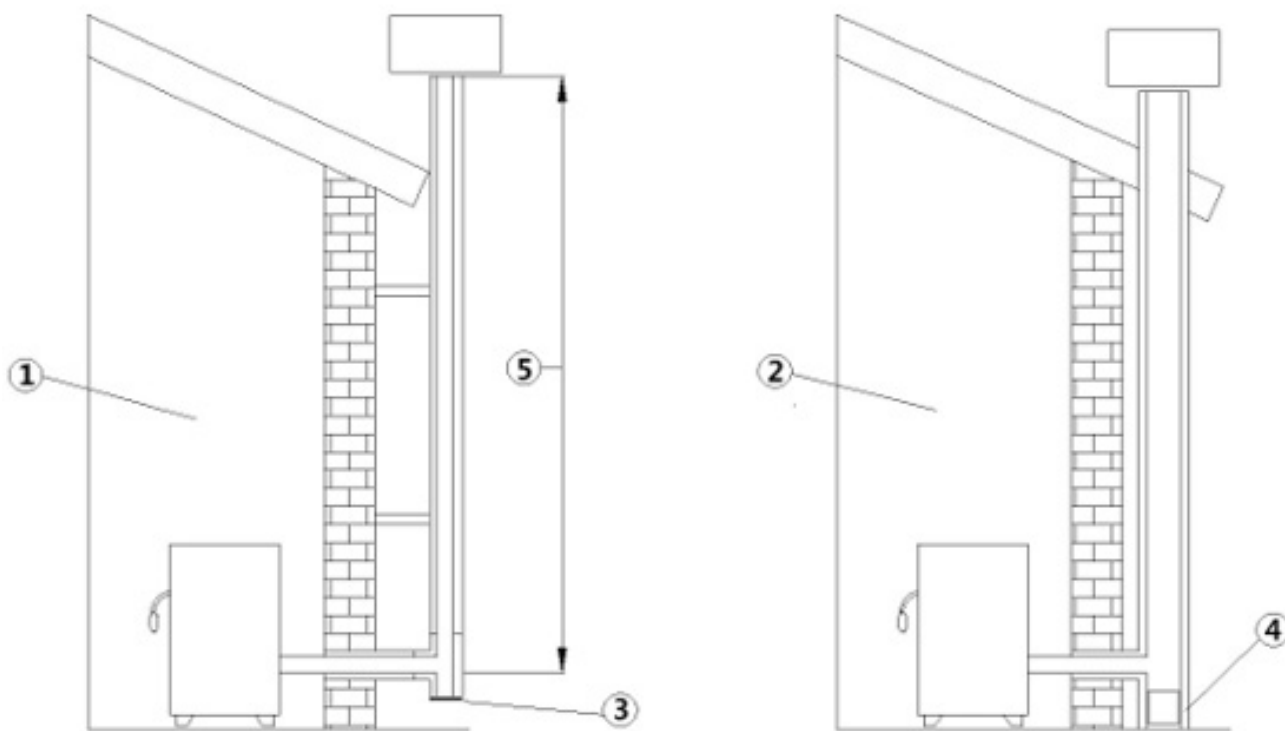

Fig. 2 - Chimeneas
La chimenea tiene que ser única (véase Fig. 2 a pág. 9) con tubos inox aislados (1) o en la chimenea existente (2). Las dos soluciones tienen que tener un tapón de inspección (3) y/o una puerta de inspección (4).
LEYENDA	Fig. 2